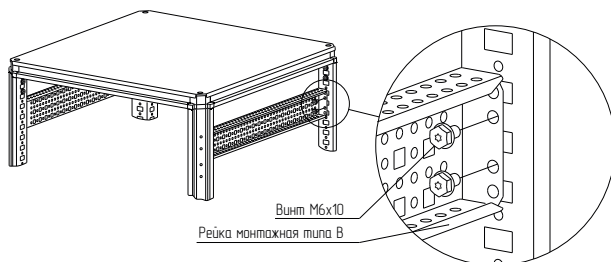

Рисунок 15
4.6.2.2 Установить рейку монтажную тип В между стоек каркаса на нужной высоте и закрепить винтами с самонарезающей резьбой М6×10 (рисунок 15). Момент затяжки – 7 Н·м.